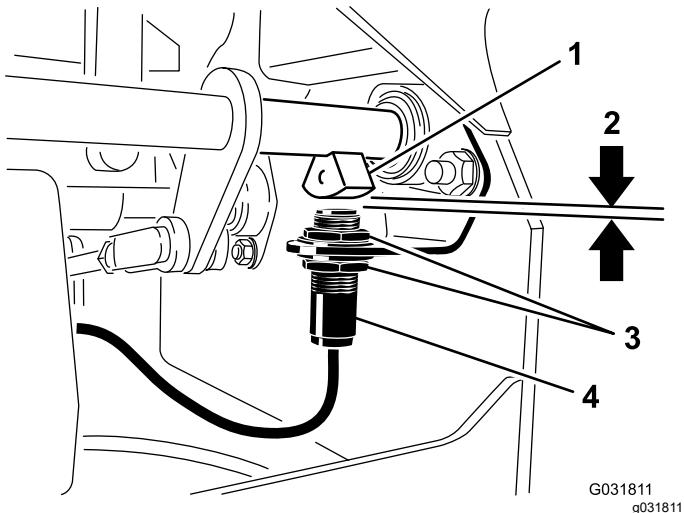

Bild 51
4. Schieben Sie den Schalter an der Halterung nach oben oder unten, bis der Abstand zwischen dem Bremswellensensor und dem Schalterplunger 4 mm beträgt, wie in Bild 51 abgebildet.